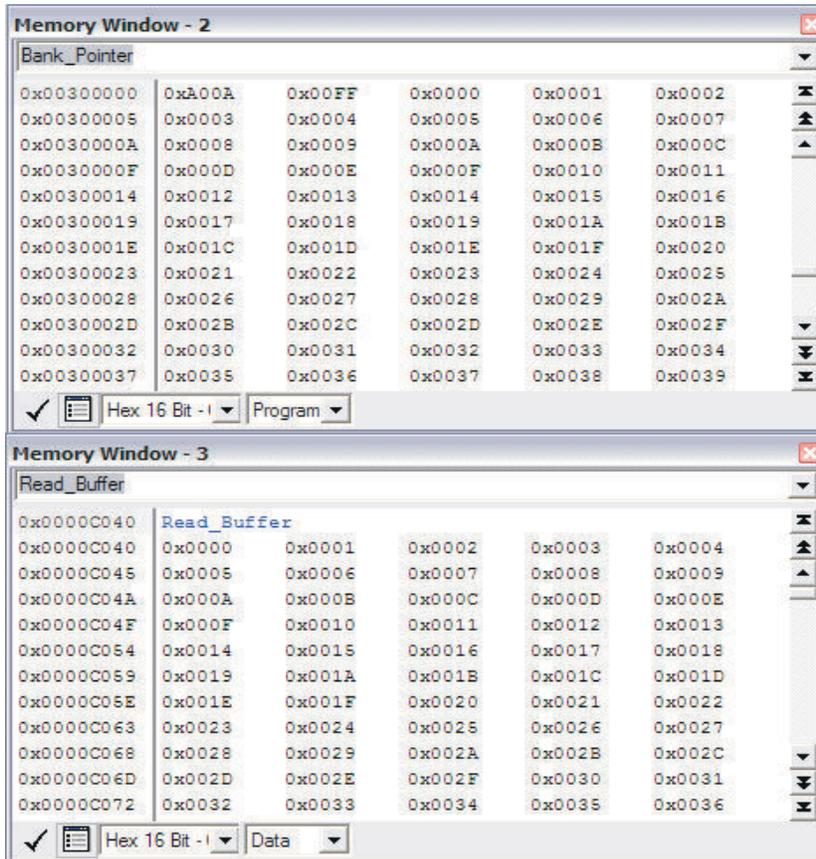

图 4-6. 存储器窗口
10. 运行至第一个断点，然后打开 Memory Window ( “View” → “Memory” ) 来查看数据。Bank\_Pointer 可用来观察写入的数据，而 Read\_Buffer 可用来观察从存储器读回的数据，如图 4-6 所示。